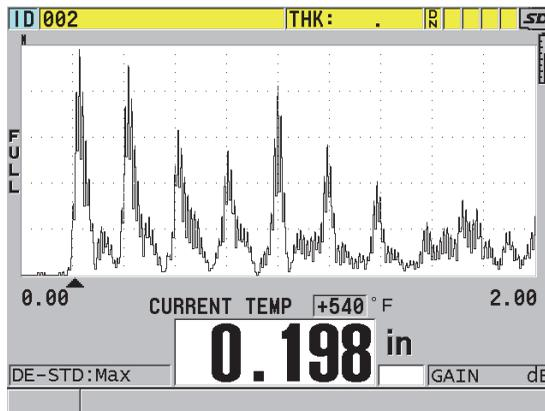

図 10-19 温度補正データの表示
4. [測定]を押して、温度補正がオンになっている測定画面に戻ります（169 ページの図 10-19 参照）。